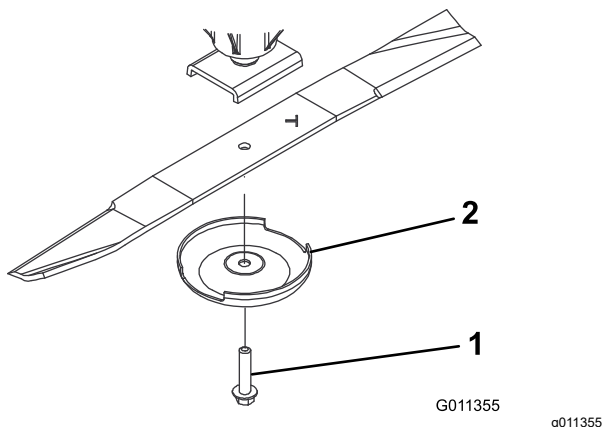

Figura 14
2. Sujete el extremo de la cuchilla usando un paño o un guante grueso. Retire del eje de la cuchilla el perno de la cuchilla, el protector de césped y la cuchilla (Figura 14).
3. Instale la cuchilla, con la vela hacia la carcasa de corte, con el protector de césped y el perno de la cuchilla (Figura 14). Apriete el perno de la cuchilla a 115–149 N·m.